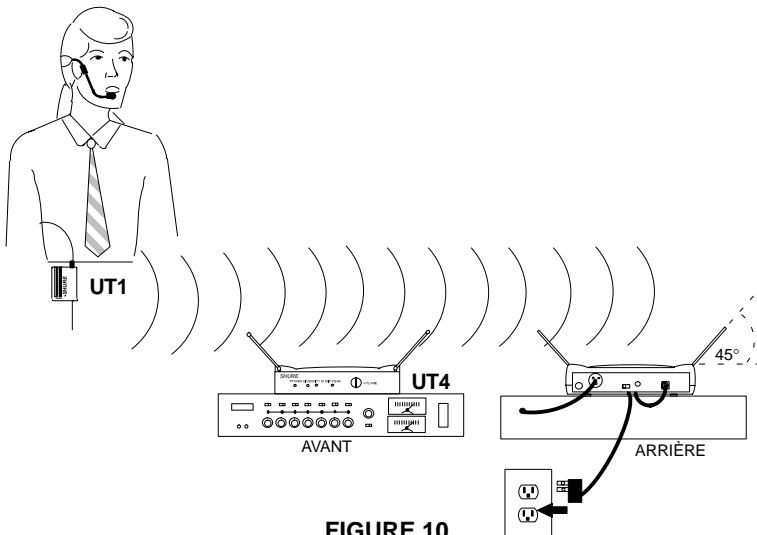

FIGURE 10
1. Voir la figure 10. Connecter l'adaptateur de courant alternatif fourni au connecteur d'ENTRÉE courant continu situé au dos du récepteur. Insérer le câble de l'adaptateur dans le collier de câble. Brancher l'adaptateur dans une prise électrique murale ou toute autre prise électrique c.a. (utiliser PS20 pour l'alimentation 120 V c.a., 60 Hz; utiliser PS20E pour l'alimentation 230 V c.a., 50 Hz). Le témoin vert d'ALIMENTATION du récepteur doit s'allumer.